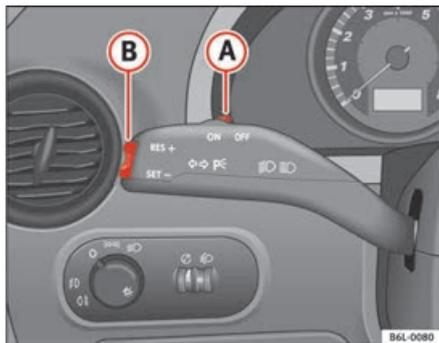

Fig. 107 Levier des clignotants et de l'inverseur-codes : contacteur et touche à bascule pour le régulateur de vitesse
- Appuyez une fois brièvement sur la partie inférieure **SET-** de la commande à bascule ⇒ fig. 107 **B** lorsque la vitesse à mémoriser est atteinte.